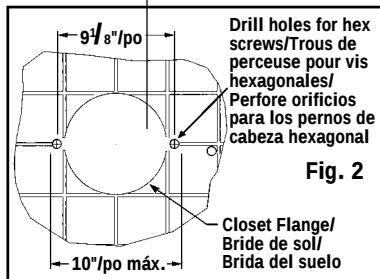

Fig. 2
- Drill $\frac{1}{2}$ " holes through tile only. Measure tile thickness and set locking ring on drill bit to assure that you drill through tile only, not wood sub-flooring (Fig. 2).
- Perfore orificios de $\frac{1}{2}$ " sólo a través de la loseta. Mida el grosor de la loseta y coloque un anillo de bloqueo en la broca, para cortar sólo la loseta y evitar perforar la madera del contrapiso (Fig. 2).